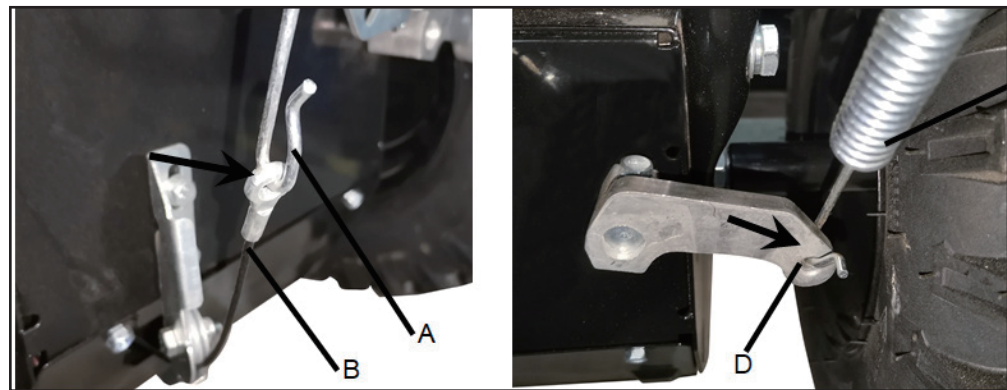

Рис. 2
1. Соединить левую тягу (Рис. 2А) верхней панели управления с тросом (Рис. 2В) коробки скоростей. Правую тягу (Рис. 2С) соединить с рычагом (Рис. 2D). (Рис. 2).